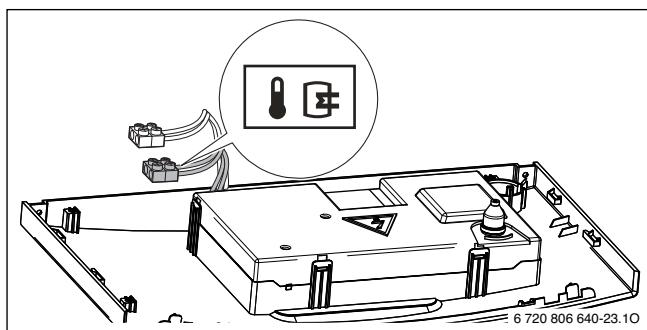

Рис. 16 Подключение датчика температуры
- Подключите датчик температуры непосредственно к клеммам, обозначенным следующим знаком (→ рис. 16, стр. 21).